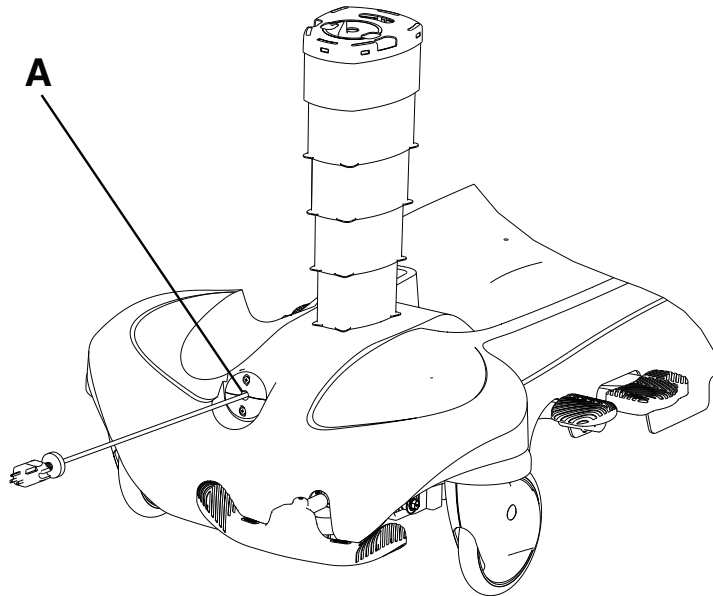

Figura 18 – Carrete retráctil
Para extender el cable de alimentación, saque la longitud deseada de cable del carrete retráctil (A) (Figura 18).